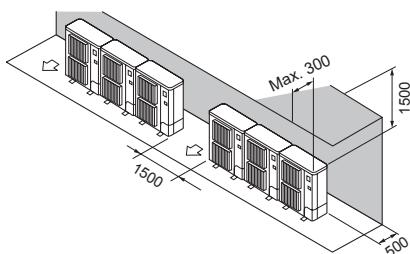

Fig. 2-14
- ② Enbart hinder på baksidan och ovansidan (Fig. 2-14)